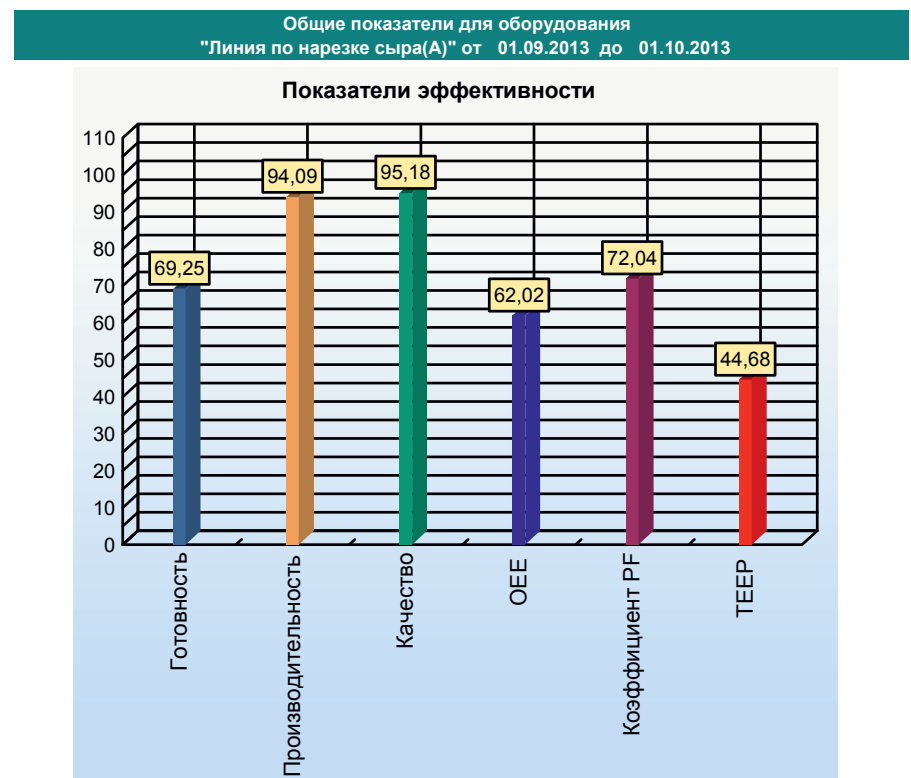

Рис. 4. Показатели эффективности для оборудования линии по нарезке сыра
- ▶ рост значения OEE (прозрачность учета, выявление слабых мест, устранение слабых мест), анализ OEE по виду продукта, виду оборудования (рис. 4) и классам причин простоев;